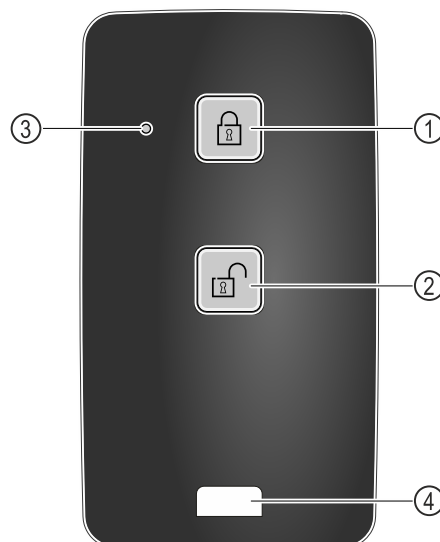

Fig. 210
- (1) Κλείδωμα κλειδαριάς
- (2) Ξεκλείδωμα κλειδαριάς
- (3) LED κατάστασης
- (4) Κρίκος στερέωσης
- ▶ Πατήστε το πλήκτρο Fig. 210 (1) στο τηλεχειριστήριο.
- ▶ Πατήστε το πλήκτρο Fig. 210 (2) στο τηλεχειριστήριο.
- ▶ Το LED κατάστασης Fig. 210 (3) παρέχει μια οπτική απόκριση με το πάτημα του πλήκτρου.
- ▶ Κρίκος Fig. 210 (4) για στερέωση του τηλεχειριστηρίου, για παράδειγμα σε ένα μπρελόκ.